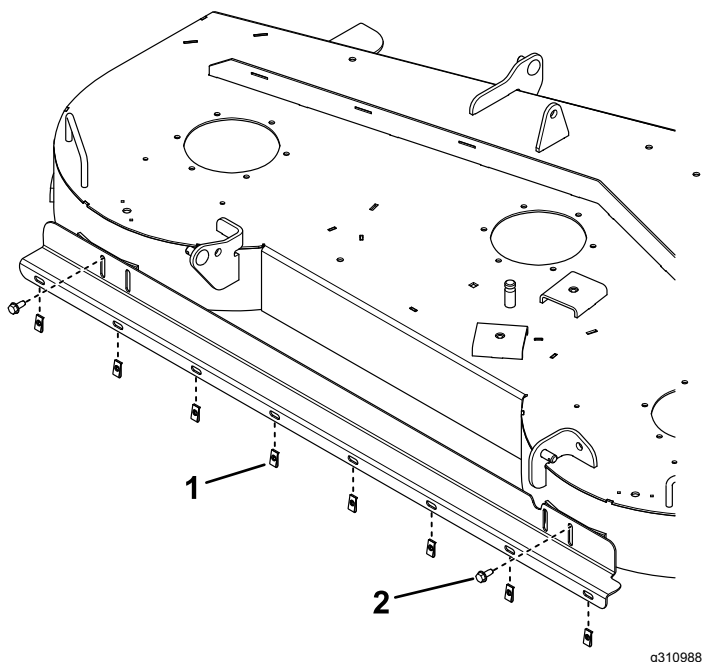

Figura 4
4. Instale el soporte en los taladros usando 2 pernos autorroscantes (Figura 4).
5. Instale 8 tuercas rápidas en los taladros abiertos del soporte (Figura 4).